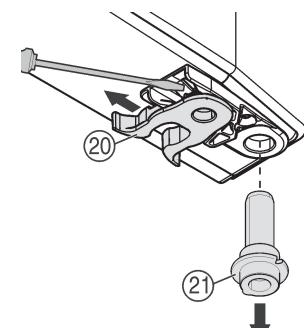

Fig. 8
- переставити Fig. 8 (20) пружинний затискач: Натиснути язичок защіпки вниз, зняти з нього пружинний затискач.
- Вийміть гвинт Fig. 8 (21) із втулки дверцят і вставте разом із шайбою на протилежному боці. Язичок защіпки повинен бути спрямований до внутрішньої сторони дверцят, надріз — до зовнішньої сторони.
- Поверніть нижню частину дверцят і вставте гвинт Fig. 8 (21) в опорний кронштейн. У разі необхідності покрутіть гвинт до його фіксації.